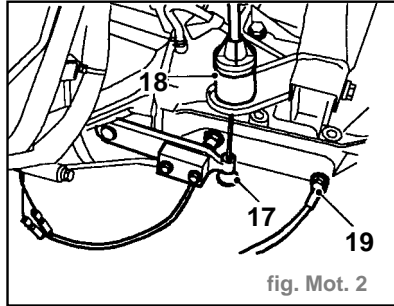

fig. Mot. 2
- Enlever 4 boulons (13) maintenant le support de batterie sur la caisse.
- Enlever le boulon (14) maintenant la boîte à fusibles du compartiment moteur sur la caisse et mettre la boîte à fusibles sur le côté.
- Desserrer 3 boulons (15) maintenant le support de batterie sur la caisse.
- Déposer le support de batterie (16) du véhicule.
- Débrancher le câble d'embrayage (17) du levier de débrayage (fig. Mot. 2).
- Dégager le câble d'embrayage du support de butée (18) sur la boîte de vitesses et mettre le câble sur le côté.
- Enlever le boulon (19) maintenant le fil